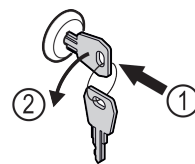

Fig. 167
- ▶ Sleutel erin duwen. Fig. 167 (1)
- ▶ Sleutel 90° linksom draaien. Fig. 167 (2)